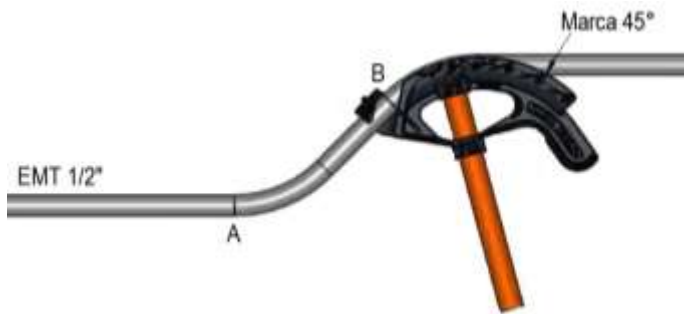

Figura 68. Dobles a 45° en la segunda marca
- Como se puede apreciar a diferencia de la primera curva la segunda se realiza al aire, para ello asegúrese de que la empuñadura del mango esté bien afianzada al piso y esté reforzada por el pie de forma de evitar que deslice. Estando equilibrado, aplique fuerza sobre el tubo cerca del doblador y su cuerpo este controlando el tubo mientras lo dobla alrededor de la horma del doblador hasta alcanzar la marca de 45° tal como se ve en la figura 68.